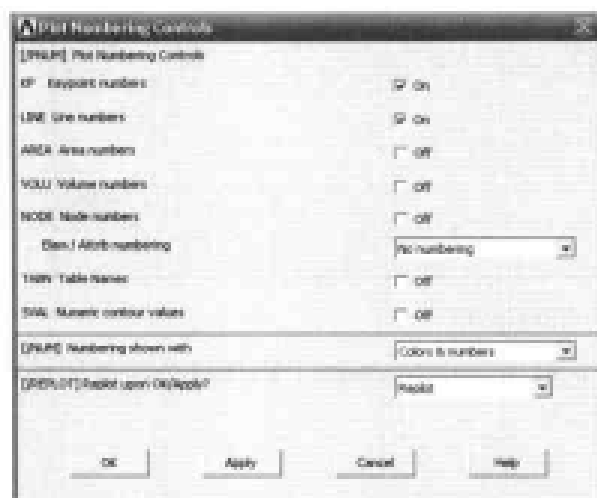

图 12-34 编号显示控制对话框
(2) 单击 Apply 按钮，在 X1,X2 X-Coordinates 文本框中依次输入 0, 0.01，在 Y1,Y2 Y-Coordinates 文本框中依次输入 0.07, 0.08，单击 OK 按钮关闭该对话框。
(3) 选择 Utility Menu | PlotCtrls | Numbering 命令，出现 Plot Numbering Controls 对话框，选择 LINE line numbers 和 KP Keypoint numbers 选项，使其状态从 Off 变为 On，其余选项均采用默认设置，如图 12-34 所示，单击 OK 按钮关闭该对话框。
(4) 选择 Main Menu | Preprocessor | Modeling | Create | Lines | Lines | Tan to 2 Lines 命令，出现 Line Tangent to 菜单，在文本框中输入 2，单击 Apply 按钮；在文本框中输入 3，单击 Apply 按钮；在文本框中输入 6，单击 Apply 按钮；在文本框中输入 6，单击 OK 按钮关闭该菜单。